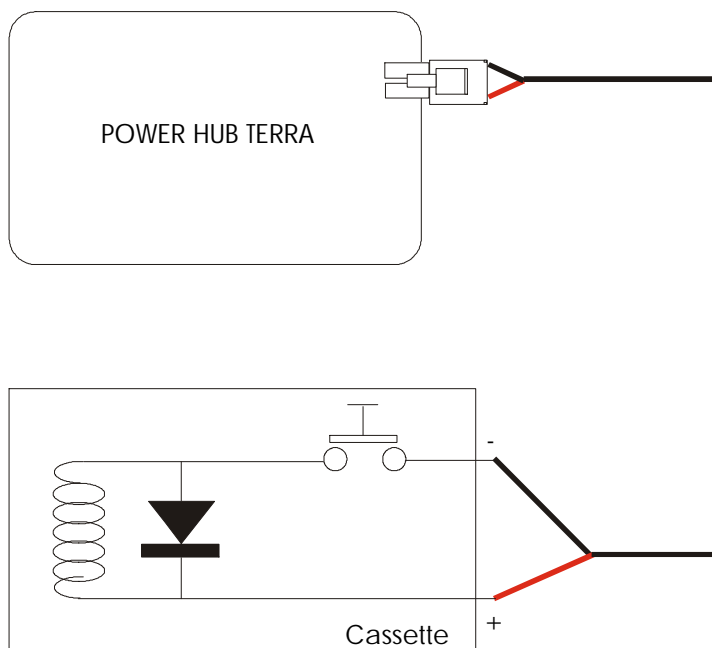

Figura 5 "Soluzione N.01
- inserire un diodo zener antidisturbo (cosiddetto diodo volano) in parallelo al relè del cassette come in Figura 5;